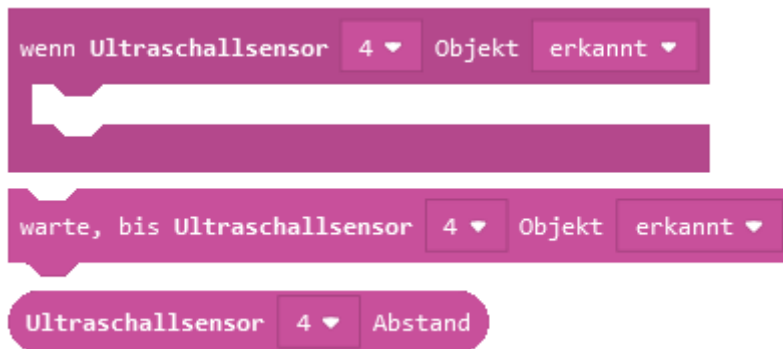

Abbildung 7: Verschiedene Blöcke zur Auswertung des Ultraschallsensors
- a) Bildet eine Dreiergruppe und teilt die drei Möglichkeiten zur Umsetzung unter euch auf. Das heißt, jeder von euch verwendet einen anderen Block aus Abbildung 7. Implementiert und testet jeweils einen entsprechenden Algorithmus, der den Roboter rechtzeitig stoppen lässt.
Hinweis 1: Vergesst bei Verwendung der ersten beiden Blöcke aus Abbildung 7 nicht, den Schwellenwert für die Entfernung festzulegen, ab dem ein Objekt erkannt werden soll.